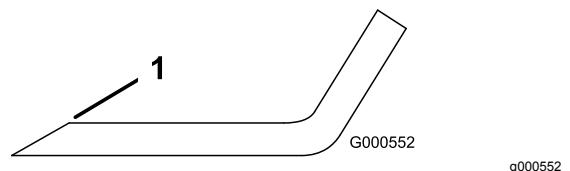

Figura 103
- Utilize uma lima para afiar aresta de corte em ambas as extremidades da lâmina (Figura 103).
**Nota:** Se lâmina não estiver equilibrada, lime algum metal da extremidade da aba apenas (Figura 103).